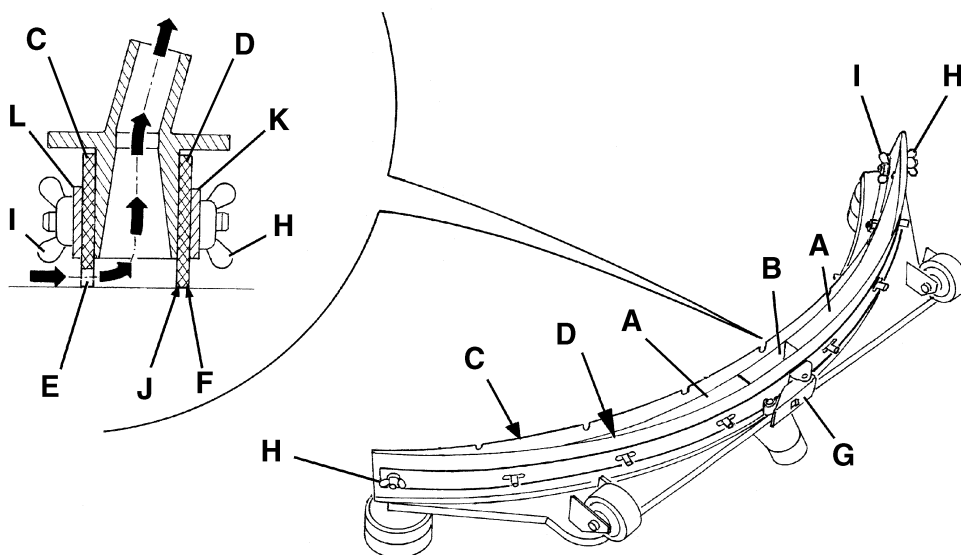
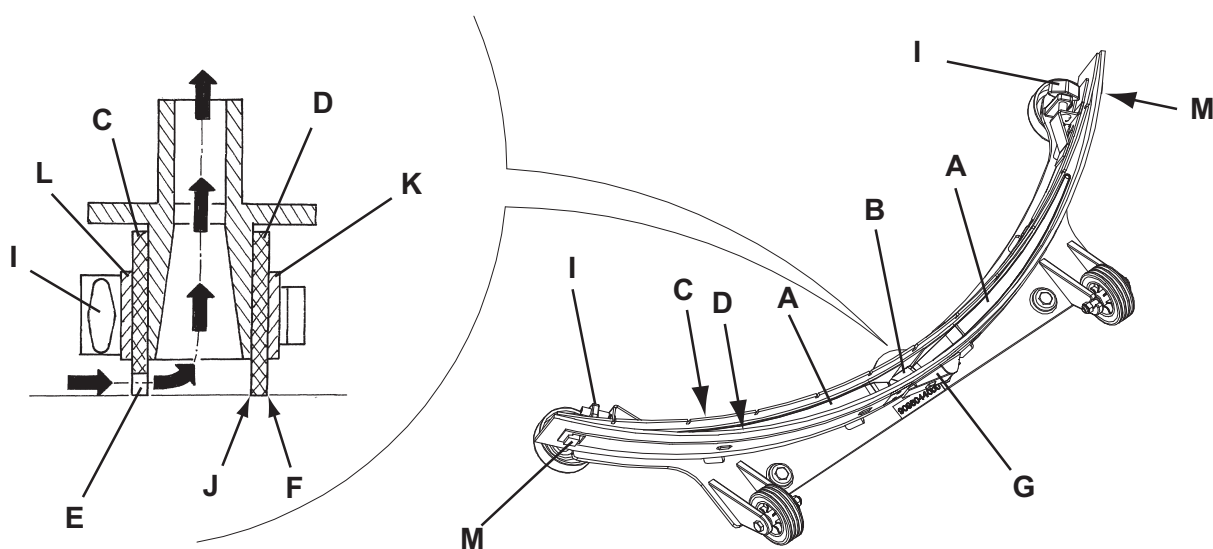

Рис. 6
Рис. 7
2. (Только для **ВА 551D**, **ВА 551CD**, **ВА 611D**): Поверните ключ зажигания (80) в положение «0». (Только для **ВА 551**): Чтобы выключить машину, нажмите переключатель (71) и/или (73).
3. Опустите швабру (25) с помощью рычага (10).
4. Ослабьте маховики (26) и снимите швабру (25).
5. Отсоедините вакуумный шланг (15) от швабры.
6. Очистьте стальную (Рис. 6) или алюминиевую (Рис. 7) швабру. Очистьте отсеки (А, Рис. 6 или 7) и особенно отверстие (В). Проверьте передний скребок (С) и задний скребок (D) на предмет их целостности, отсутствия порезов и разрывов; в случае необходимости замените их (см. порядок действий в следующем разделе).
1. Очистьте стальную (Рис. 6) или алюминиевую (Рис. 7) швабру в соответствии с порядком действий, показанном в предыдущем разделе.
2. Проверьте, что кромки (Е, Рис. 6 или 7) переднего скребка (С) и кромки (F) заднего скребка (D) установлены на одном и том же уровне по всей длине; иначе отрегулируйте их высоту следующим образом:
- Освободите соединительную тягу (G, Рис. 6 или 7) и ослабьте барашковые гайки (H, Рис. 6), или освободите фиксаторы (M, Рис. 7) и отрегулируйте задний скребок (D, Рис. 6 или 7), затем затяните барашковые гайки или зацепите фиксаторы и зацепите соединительную тягу.
- Ослабьте маховики (I) и отрегулируйте передний скребок (С, Рис. 6 или 7); затем затяните маховики.
3. Проверьте передний (С, Рис. 6 или 7) и задний скребки (D) на целостность, наличие порезов и разрывов; если необходимо замените их согласно следующей процедуре. Проверьте, не изношен ли передний угол (J) заднего скребка; в случае необходимости переверните скребок, чтобы поменять местами изношенный угол с целым. Если и другие углы изношены, замените скребок в следующем порядке:
- Освободите соединительную тягу (G), удалите барашковые гайки (H) или освободите фиксаторы (M), снимите фиксирующую ленту (K), затем замените/переверните задний скребок (D).